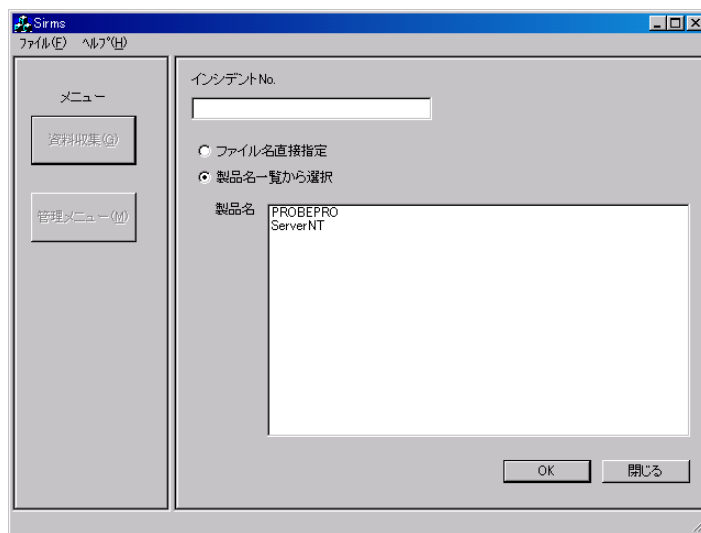

図 5-25 SIRMS 資料収集画面
- 2 [資料収集]ボタンをクリックします。SIRMS 資料収集画面 (図 5-25) が起動します。